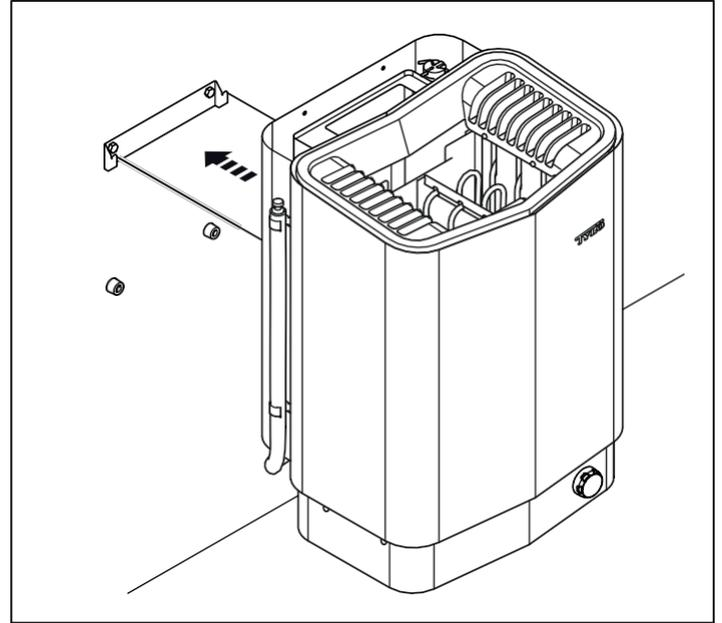

Figura 11: Appendere il riscaldatore.
9. Appendere il riscaldatore alla staffa (vedere Figura 11).